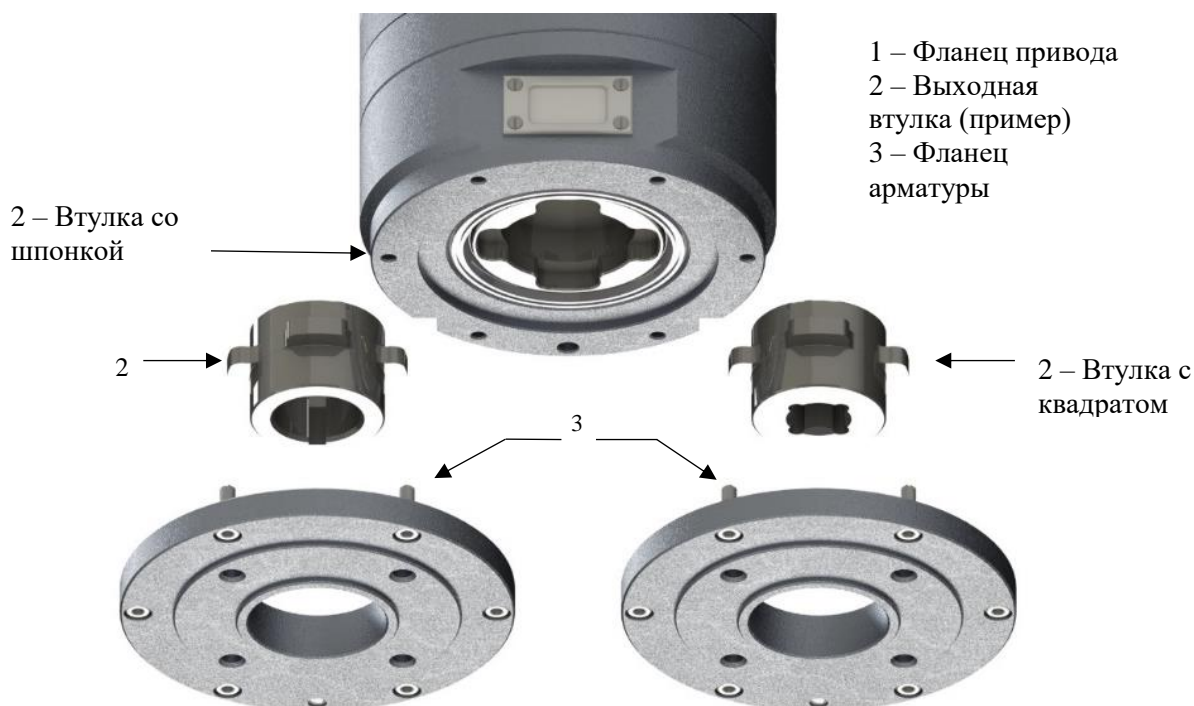

Рисунок 30 - Схема установки РэмТЭК многооборотного и неполнооборотного исполнения
- установить РэмТЭК вертикально на арматуру или переходник так, чтобы совпали элементы вала арматуры или переходника (кулачки, квадрат, шпонка и т.п.) с соответствующими элементами выходного звена привода, при необходимости проворачивая выходное звено привода с помощью ручного дублера (см. рис.30);